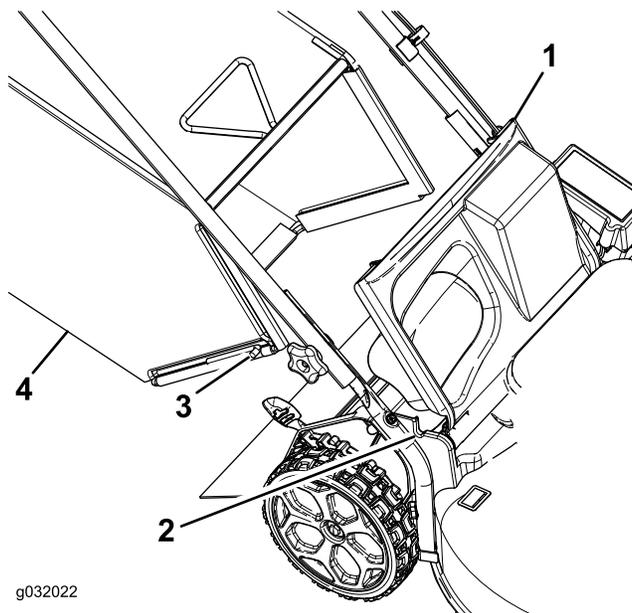

Figura 20
1. Levante el deflector trasero (Figura 20).
- Introduzca los extremos de la varilla de la bolsa de recogida en las muescas de los soportes del manillar (Figura 20).
- Levante el deflector trasero (Figura 20).